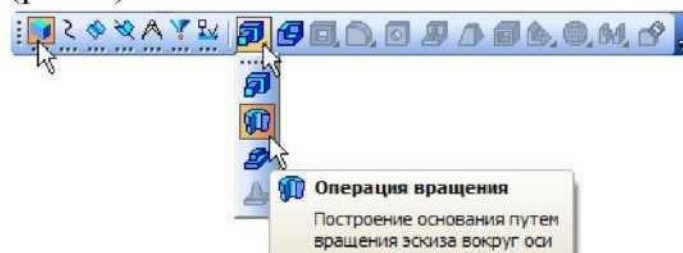

Рис. 3
7. Нажмите кнопку *Операция вращения*  на панели *Редактирование детали*  (рис. 3).